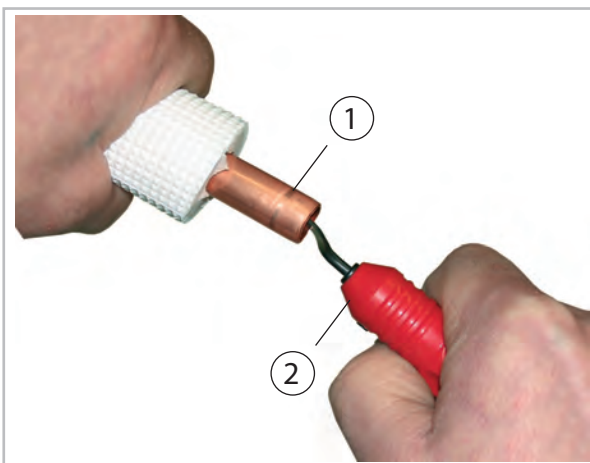
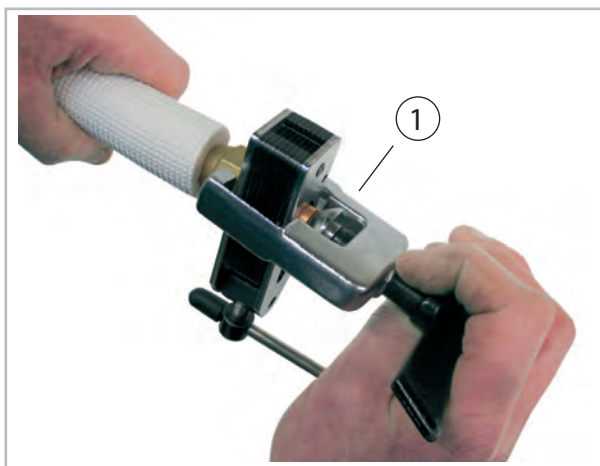

Abb. 33: Entgraten der Kältemittelleitung
Abb. 34: Bördeln der Kältemittelleitung
8. Bearbeiten Sie die verlegten Kältemittelleitungen wie im Folgenden dargestellt (Abb. 33 und Abb. 34).